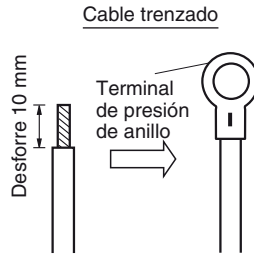
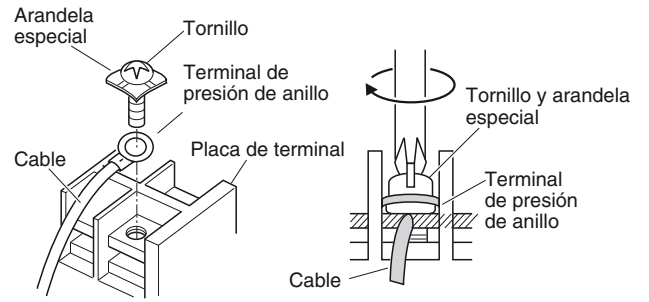

Fig. 4-7
Fig. 4-8
- (1) Corte el extremo del cable con alicates de corte, y desdoble el aislante para exponer el cable trenzado unos 10 mm y retuerza con fuerza los extremos del cable. (Fig. 4-7)
- (2) Utilizando un destornillador de cabeza Phillips, extraiga los tornillos del terminal de la placa de los terminales.
- (3) Utilizando un fijador de conector de anillo o alicates, fije con seguridad cada extremo del cable trenzado con un terminal de presión de anillo.
- (4) Coloque el terminal de presión de anillo y vuelva a colocar y apretar el tornillo del terminal extraído con ayuda de un destornillador. (Fig. 4-8)